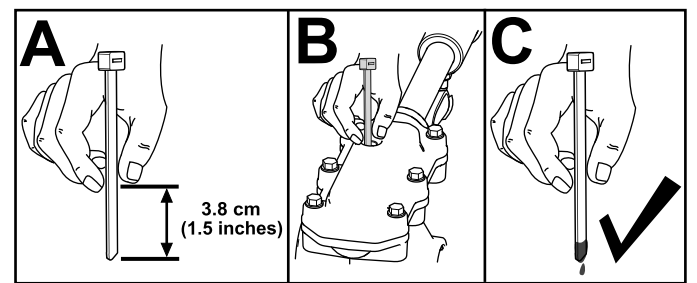

Figure 39
- 3. Contrôlez le niveau d'huile à l'aide d'un dispositif de mesure adéquat, par exemple un serre-câble propre. Le niveau d'huile doit se situer à environ 3,8 cm en dessous de l'orifice de remplissage (Figure 39).